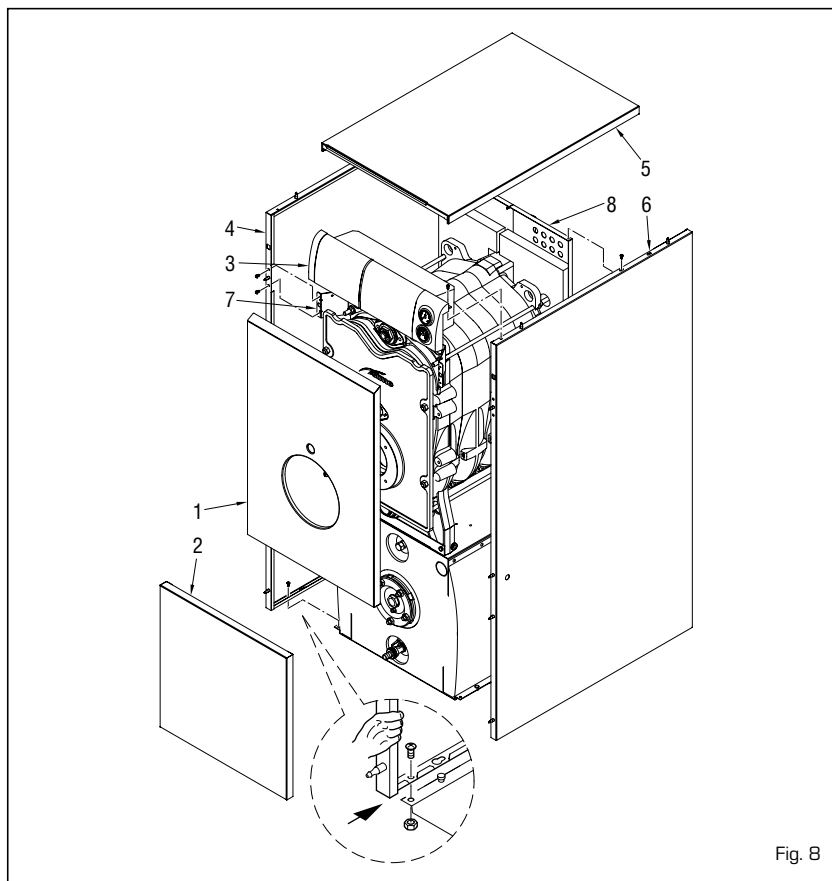

Fig. 8
3.3.3 Smontaggio mantello (fig. 8)